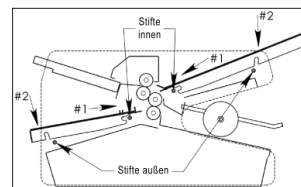

Abb. 5
2. Schritt: Senken Sie den Falztisch auf die äußeren Stifte ab. Wiederholen Sie die Schritte 1 und 2 für den Einbau des zweiten Falztisches (siehe Abbildung 5).